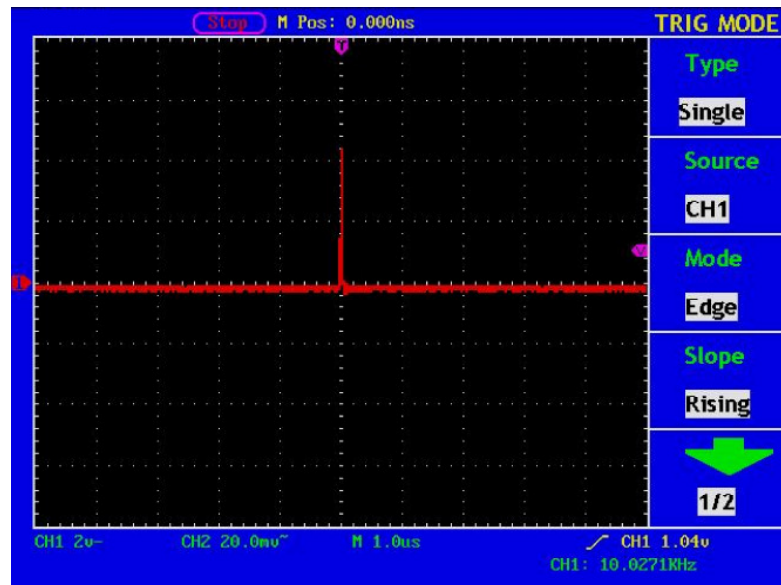

Abb. 104 Einzelsignal aufzeichnen
10. Wenn die Triggerstatusanzeige am oberen Bildschirmrand nicht **Ready** ist, drücken Sie die Taste **RUN/STOP**, starten Sie **Acquire** und warten Sie auf das Erscheinen des zu den Triggerbedingungen konformen Signals. Wenn ein Signal den eingestellten Triggerpegel erreicht, wird eine Abtastung gemacht und dann auf dem Bildschirm ausgegeben. Mit dieser Funktion kann jedes zufällige Auftreten leicht aufgenommen werden. Um z.B. einen Impuls mit hoher Amplitude aufzunehmen, stellen Sie den Triggerpegel auf einen Wert etwas oberhalb des normalen Signalpegels ein, drücken dann die Taste **RUN/STOP** und warten ab. Tritt ein Impuls auf, wird das Gerät automatisch triggern und die Wellenform aufzeichnen, die im Zeitraum um die Triggerzeit erzeugt wurde. Drehen Sie den Einstellknopf **HORIZONTAL POSITION** im Horizontal-Bedienfeld, um die Horizontalposition der Triggerposition so zu verändern, dass eine negative Verzögerung entsteht, mit der Sie die Wellenform vor dem Impuls einfach beobachten können (siehe Abb. 104).